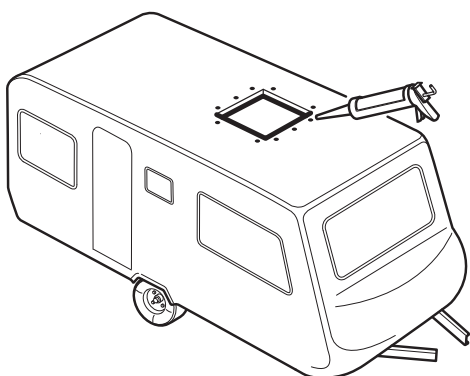

Fig. 8
- Remplir les trous de vis avec du mastic d'étanchéité (Fig. 8).